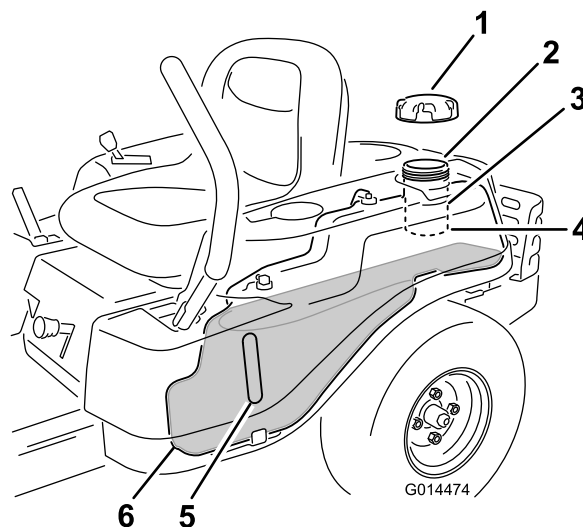

Figura 10
Nota: Puede utilizar la mirilla de combustible para verificar la presencia de gasolina antes de llenar el depósito (Figura 10).
2. Añada gasolina sin plomo **lentamente** hasta que el combustible llegue a la base del cuello de llenado (Figura 10).